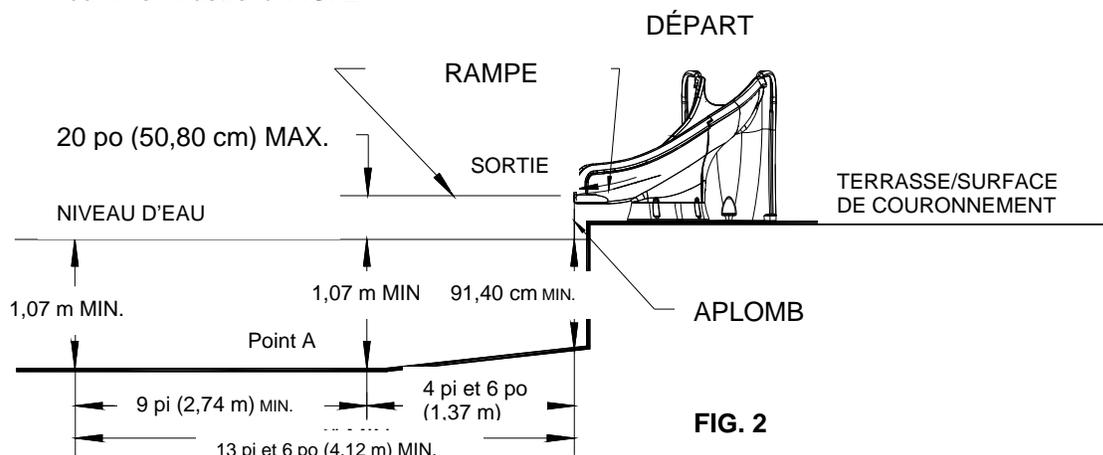

FIG. 2
- 1) Les dimensions nécessaires pour le positionnement du toboggan CYCLONE sont présentées aux **FIG. 2** et **3**.
- a) Le bout de la rampe ne doit pas être à plus de 20 po (50,80 cm) de la surface de l'eau comme l'illustre la **FIG. 2**.
- c) La profondeur d'eau minimale à l'aplomb de la fin de la rampe du toboggan doit être de trois pieds (91,40 cm). Cette profondeur devient 3 pieds et 6 pouces (1,07 m) au point A, ce qui équivaut à une distance de 4 pieds et 6 pouces (1,37 m) de la fin de la rampe comme l'illustre la **FIG. 2**.
- d) Une profondeur minimale de 3 pieds et 6 pouces (1,07 m) doit être maintenue sur une distance de 9 pieds (2,74 m) le long de la ligne projetée du centre de la rampe, en partant du point A, comme l'illustre la **FIG. 2**.
6. Observez la position de sortie du toboggan comme l'illustrent les **FIG. 2, 3 et 5** aux pages 6 et 7.